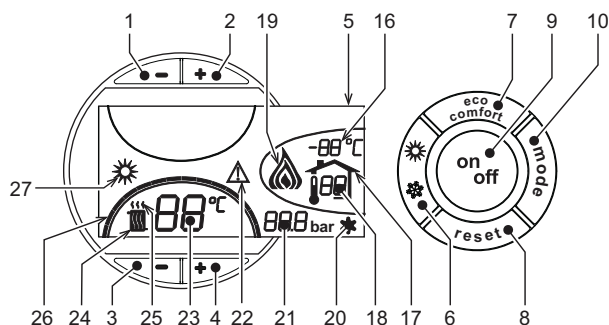
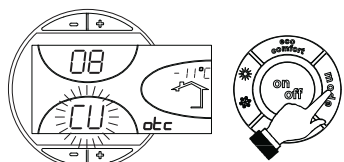
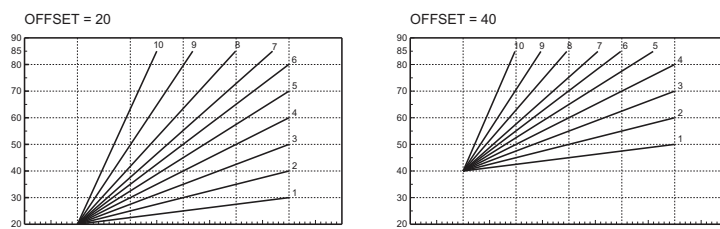

рис. 1 - Панель управления
рис. 9 - Кривая погодозависимого регулирования
рис. 12 - Пример параллельного смещения кривых погодозависимого регулирования
Нажмите клавишу on/off (поз. 9 - рис. 1) в течение 1 секунды.
Для повторного включения котла снова нажмите клавишу on/off (поз. 9 рис. 1) в течение 1 секунды.
- Нажмите кнопку ВКЛ/ВЫКЛ (9 - рис. 1)
Нажмите клавишу **Лето/Зима** (поз. 6 - рис. 1) на 1 секунду.
На дисплее высвечивается символ "Лето" (поз. 27 - рис. 1). При этом котел будет вырабатывать только воду для ГВС. Остается активная система защиты от замерзания.
Для выключения режима "Лето" вновь нажмите клавишу **Лето/Зима** (Поз. 6 - рис. 1) на 1 секунду.
Температура в системе отопления регулируется в пределах от 30°C до 80°C с помощью клавиш (дет. 3 и 4 - рис. 1).
Температура в системе ГВС регулируется в пределах от 10°C до 65°C с помощью клавиш (поз. 1 и 2 - рис. 1).
При установке внешнего датчика (опция) на дисплей панели управления (поз. 5 - ) выводится рис. 1 текущая внешняя температура, измеряемая этим датчиком. При этом система управления котлом работает в режиме "Плавающая температура". В этом режиме температура воды в системе отопления регулируется в зависимости от внешних климатических условий с тем, чтобы обеспечить максимальный комфорт и экономию энергии в течение всего года. В частности, при увеличении температуры наружного воздуха уменьшается температура подаваемой в систему отопления воды в соответствии с определенной "характеристикой компенсации".
В режиме плавающей температуры величина, заданная с помощью клавиш регулировки отопления (поз. 3 и 4 - рис. 1), становится максимальной температурой воды системы отопления. Рекомендуется устанавливать ее на максимальную величину, чтобы позволить системе выполнять регулировку во всем полезном рабочем диапазоне.
При однократном нажатии на клавишу **Режим** (поз. 10 - рис. 1) отображается фактическая компенсационная кривая (рис. 9), которую можно изменить с помощью **клавиш системы ГВС** (поз. 1 и 2 - рис. 1).
При нажатии **клавиш регулировки температуры отопления** (поз. 3 и 4 - рис. 1) обеспечивается доступ к режиму параллельного изменения кривых (рис. 12), изменяемого с помощью **клавиш системы ГВС** (поз. 1 и 2 - рис. 1).
При повторном нажатии клавиши **Режим** (поз. 10 - рис. 1) осуществляется выход из режима регулировки параллельных кривых.
Если к котлу подключено устройство дистанционного управления с таймером (опция), вышеописанные регулировки производятся в соответствии с указаниями, приведенными в таблице 1. При этом на дисплее пульта управления (поз. 5 - рис. 1) высвечивается температура в помещении, измеряемая устройством дистанционного управления.
Выбор режимов ECO/COMFORT	При выключении режима ГВС с пульта ДУ котел переходит в режим "Eco-поту". В этих условиях клавиша 7 - рис. 1 на панели котла отключена.
При включении режима ГВС с устройства ДУ с таймером котел устанавливается в режим Comfort. В этих условиях с помощью клавиши 7 - рис. 1 на панели управления котла можно выбрать любой из этих двух режимов.